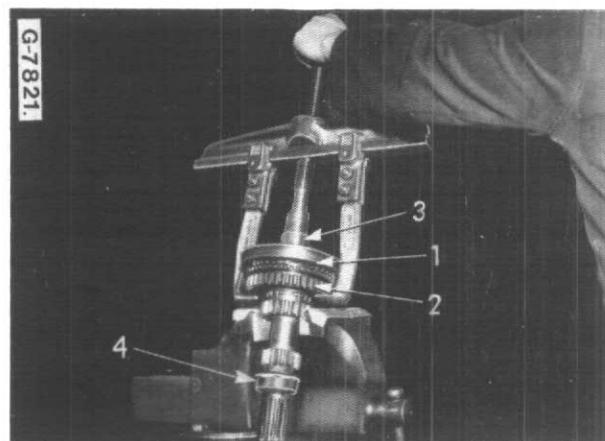

Figure 73
Retirez de l'arbre le pignon d'entraînement de 4e vitesse (2, Fig. 73) de même que le synchroniseur (1) et la bague (3).